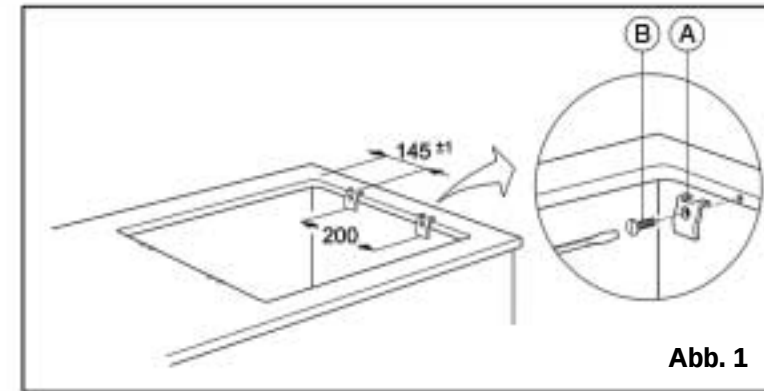

Abb. 1
1. Befestigen Sie die Befestigungsklammern **(A)** (Abb. 1) mit den mitgelieferten Schrauben **(B)** (Abb. 1) gemäß Abbildung und beachten Sie dabei die angegebenen Abstandsmaße.
1. Setzen Sie die Kochmulde in die Arbeitsplatte ein (Abb. 1).